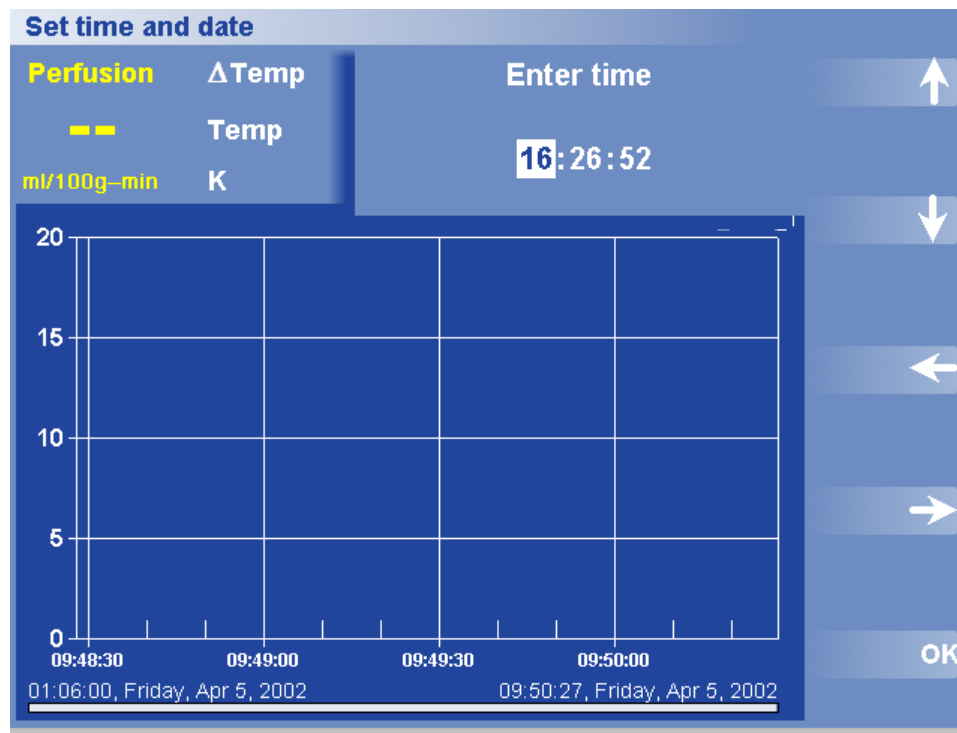

Figure 44. Boîte de dialogue et menu Définir l'heure
2. Cliquez sur Définir la date et l'heure > Définir l'heure. La boîte de dialogue Time (Heure) apparaît (figure 44).